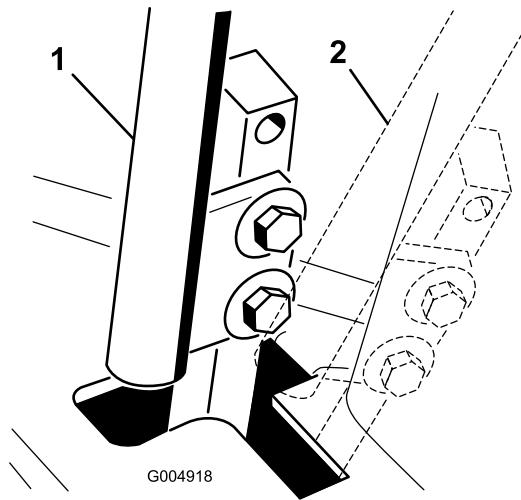

Bild 62
4. Schieben Sie einen der Hebel in die neutrale, jedoch **nicht gesperrte** Stellung (Bild 62).
6. Prüfen Sie, dass der Fahrantriebshebel relativ zur Kerbe im Armaturenbrett ist (Bild 62). Er sollte zentriert sein, so dass der Hebel nach außen in die gesperrte Neutralstellung gedreht werden kann.